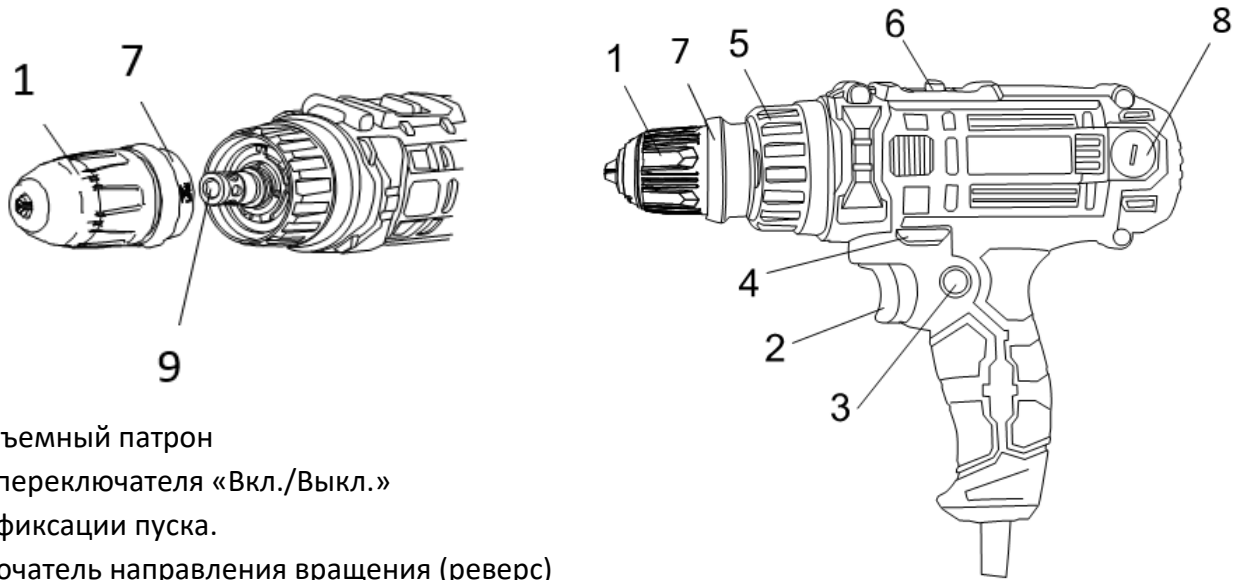

Рис. 1
- Подключите дрель к сети электропитания. Переключатель (2) должен находиться в положении «Выкл». (Рис. 1)
- Включение дрели осуществляется путем нажатия кнопку переключателя (2). Если вы отпустите выключатель, то дрель остановится.
Переключатель скоростей находится сверху шуруповерта (6). (Рис.1)
В зависимости от материала и длины шурупа (самореза) вы можете отрегулировать силу закручивания от 1 до 22. Регулировка производится кольцом (5) (Рис. 1). Также на кольце имеется значок «сверло», этот режим рекомендуется использовать при всех сверлильных работах, на скорости II.